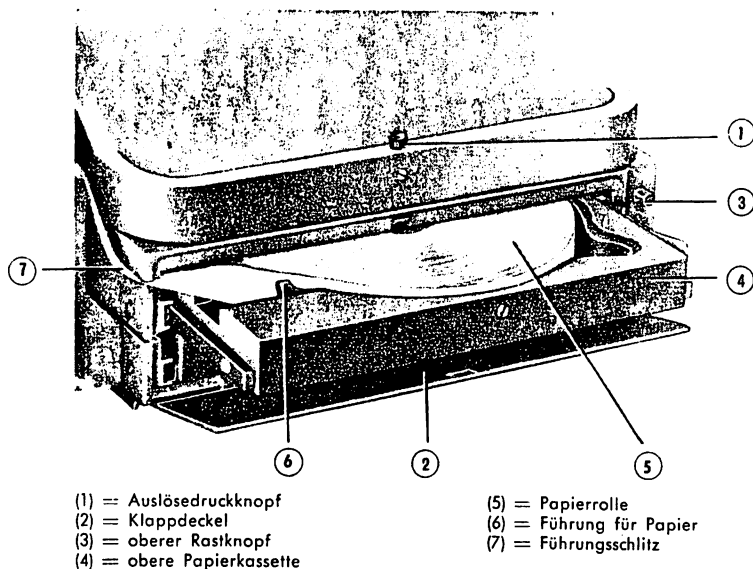

Abb. 6
29. Die beiden **Papierkassetten** sind unterhalb des Senders untergebracht. Sie sind durch einen Klappdeckel verschlossen. Durch Drücken des in den Tastaturbügel eingelassenen Auslöseknopfes fällt der Klappdeckel, und die Papierkassetten sind freigegeben. Beim Drücken der beiden rechts am Gehäuse vorhandenen Rastknöpfe springt die dem Knopf zugeordnete Papierkassette heraus, wenn man den zugehörigen Knopf gedrückt hält, und sie herausnehmen (Abb. 6).